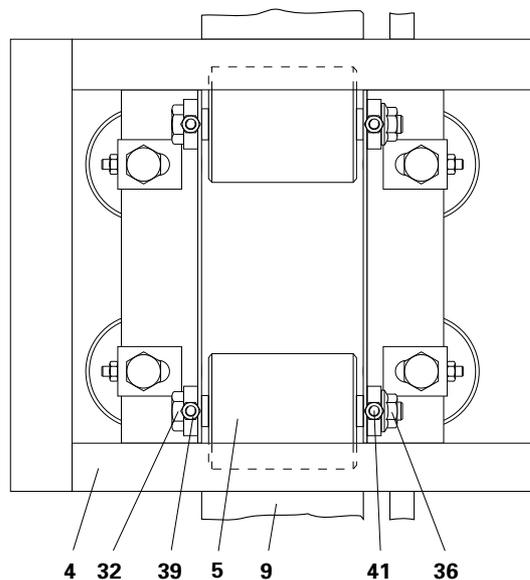

Figure 10
2. Dévisser les contre-écrous (**39** - Fig. 10).
3. Turner les 2 vis (**41** - Fig. 10) en équilibre en direction de montre avec la clef pour boulons à six pans creux correspondante.
4. Le rouleau (**5** - Fig. 10) se déplace contre la colonne (**9** - Fig. 10).
5. Serrer les 2 contre-écrous (**39** - Fig. 10) de chaque côté de rouleau (**5** - Fig. 10).
6. Serrer le vis (**36** - Fig. 10) de côté de rouleau (**5** - Fig. 10), utiliser une deuxième clef pour tenir l'axe (**32** - Fig. 10).